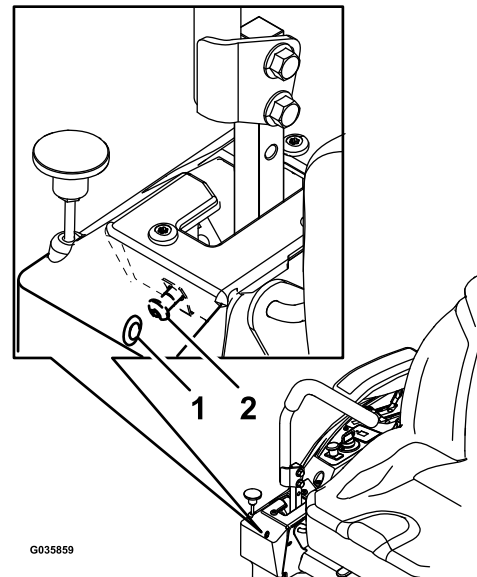

Figure 56
6. Si la machine se déporte à droite, insérez une clé hexagonale de 3/16 pouce dans le trou d'accès du panneau de couvercle avant droit et tournez la vis de réglage de l'alignement dans le sens horaire ou antihoraire pour ajuster la course du levier (**Figure 56**).
7. Si la machine se déporte à gauche, insérez une clé hexagonale de 3/16 pouce dans le trou d'accès du panneau de couvercle avant droit et tournez la vis de réglage de l'alignement dans le sens horaire ou antihoraire pour ajuster la course du levier (**Figure 56**).